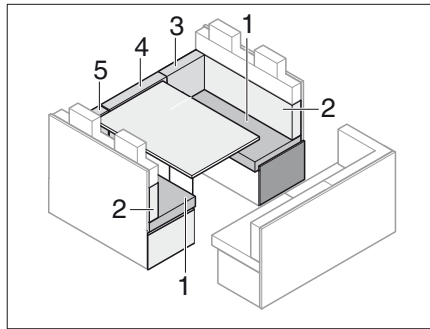

Bild 197 Förre ombyggnaden
- Ta bort ryggdynorna (Bild 197,3,4 och 5) och lägg dem åt sidan.